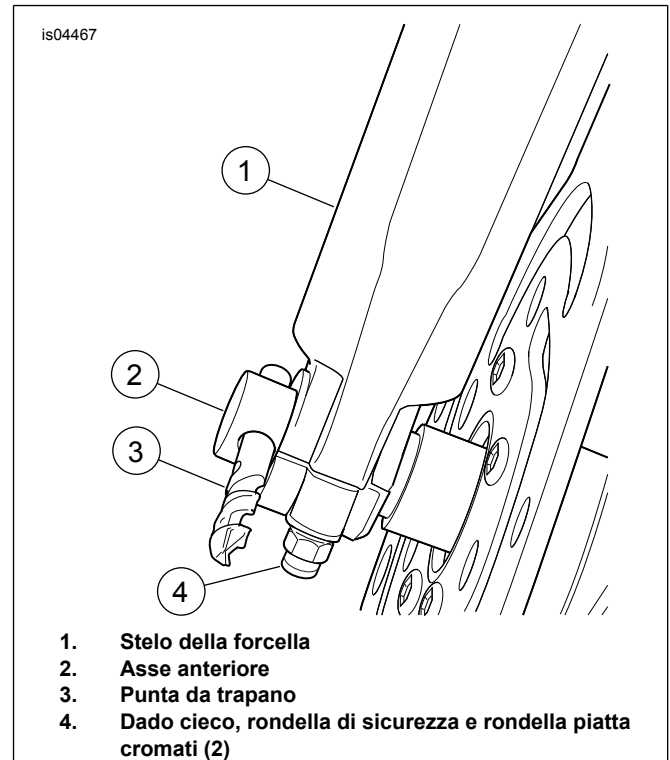

Figura 1. Allineare la ruota anteriore
5. Per i modelli 2000 ed anni successivi: Vedere Figura 1. Inserire una punta del trapano da 7/16 di pollice (3) nel foro dell'asse anteriore (2). Tirare lo stelo della forcella di destra (1) in modo che tocchi appena la punta del trapano.